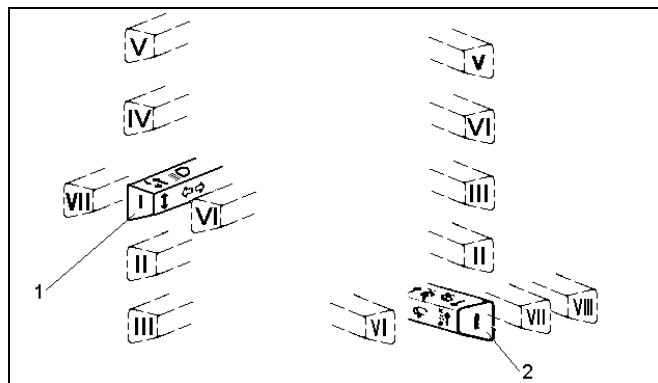

Рис. 18. Подрулевые переключатели
43 – рычаг переключателя указателей поворота и света фар (см. рис.18).
- 46 - рычаг переключателя очистителей и омывателей стекол (см. рис.18.).
1 (рис.18) – рычаг переключателя указателей поворота и света фар. Если при включенном зажигании находится в положении: